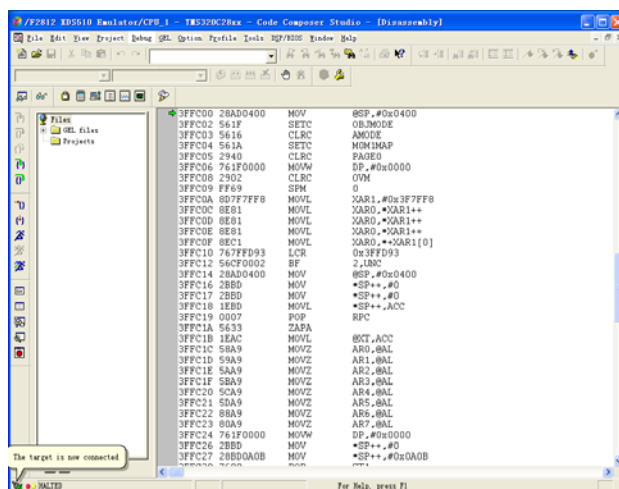

图13 设备连接正常后界面
- ⑨ 用“Debug\Connect”菜单连接设备，设备连接正常后，出现如图13所示的界面。